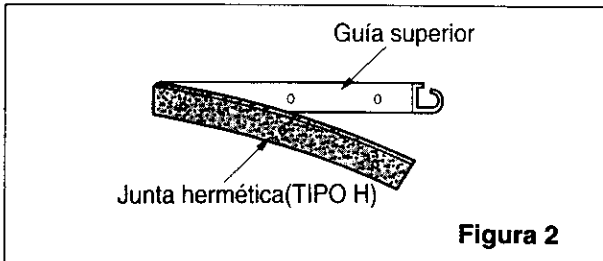

Figura 2
**1** Saque el respaldo de la junta hermética (tipo H) y fije la junta a la cara inferior de la guía superior. (Figura 2)